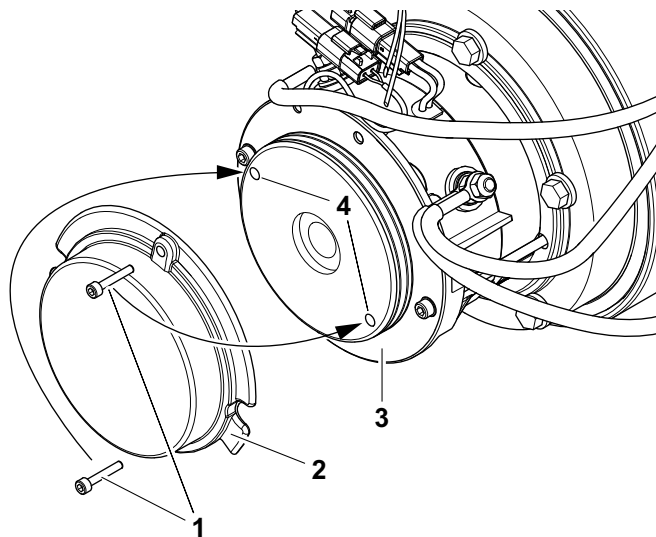

Figura 3-21. Freio - Desativação Manual
(Veja a Figura 3-21.)
2. Remova os **dois parafusos da tampa (1)** e a **tampa (2)** de trás da unidade do motor de acionamento.
3. Insira os **parafusos da tampa (1)** nos dois **furos de desativação na carcaça do freio (4)**, consulte a Figura 3-21., Freio - Desativação Manual
4. Aperte os **parafusos da tampa (3)** nos furos de desativação e o freio daquele motor de acionamento será desativado.
7. Reinstale a **tampa (2)** - antes da instalação, verifique a **junta de vedação da tampa (3)** para ver se há danos e substitua-a se necessário.